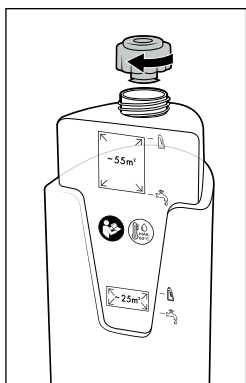

Fig. 10
- ♦ Vuelva a enroscar el tapón de cierre del depósito de agua limpia ⑪ (consulte la fig. 10).